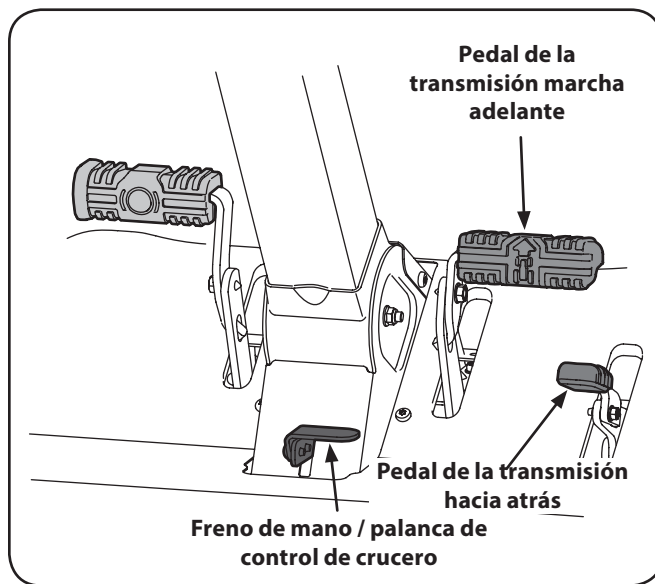

Figura 5-2
2. Para conducir hacia ADELANTE, presione lentamente el pedal de transmisión marcha adelante hasta alcanzar la velocidad deseada. Consulte la Figura 5-2.